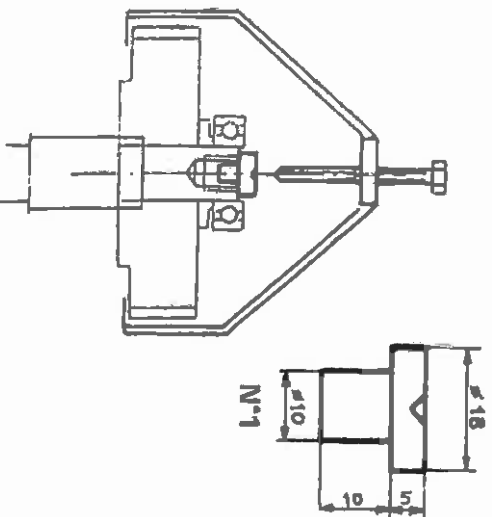

Fig. E7
- à l'aide de l'outil n° 1 extraire le roulement avant de l'arbre secondaire comme le montre la Fig. E7.
- using the tool n° 1, extract the front bearing from the secondary shaft as shown in Fig. E7.